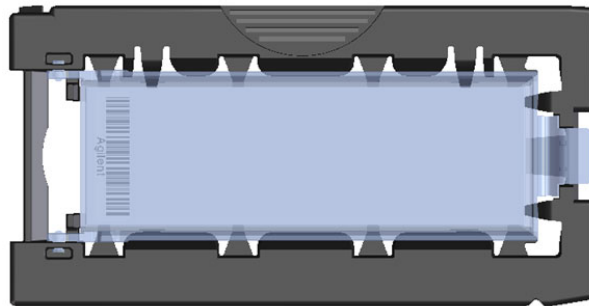

Abbildung 41 Objektträgerhalter – geschlossen mit Objektträger
- g** Schließen Sie die Objektträgerabdeckung aus Kunststoff, wobei Sie auf das Ende mit der Nase drücken, bis Sie ein Klicken hören. Siehe Abbildung 41.